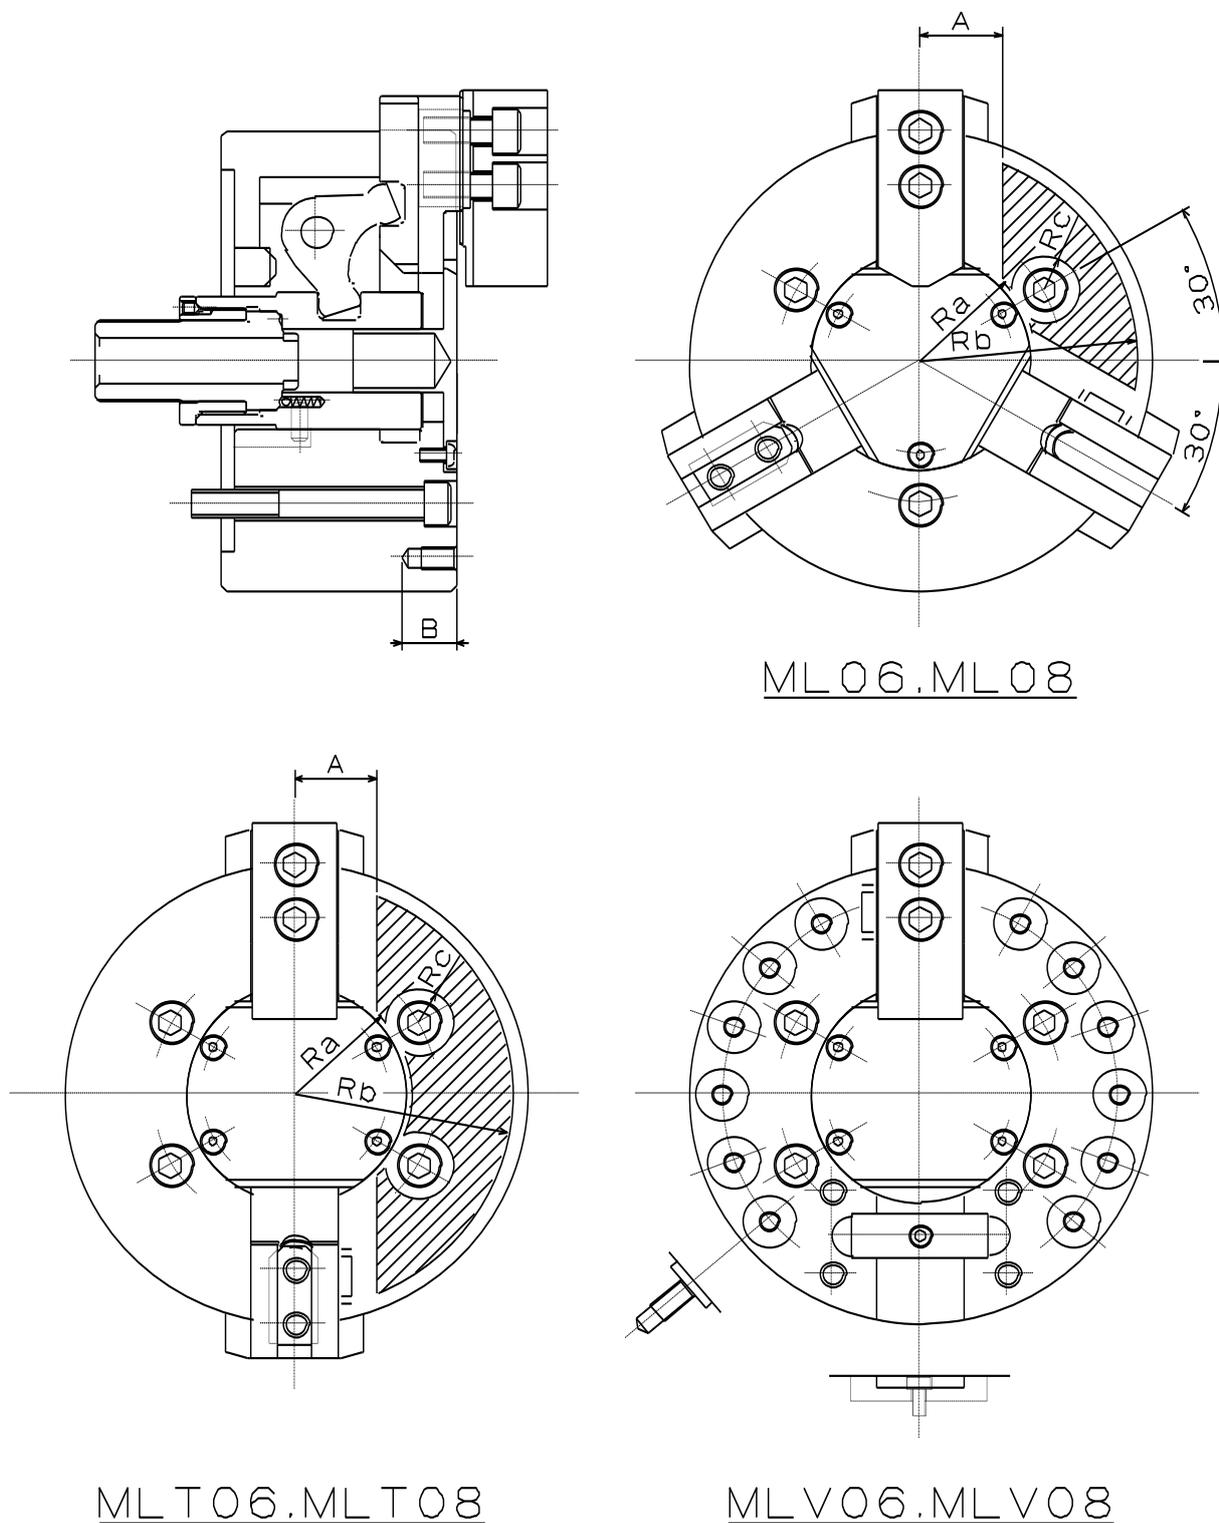

図 12
- ・ チャックボデー表面にロケータや治具を取り付ける場合は、図 12 に示す追加工範囲内に穴明けを行ってください。